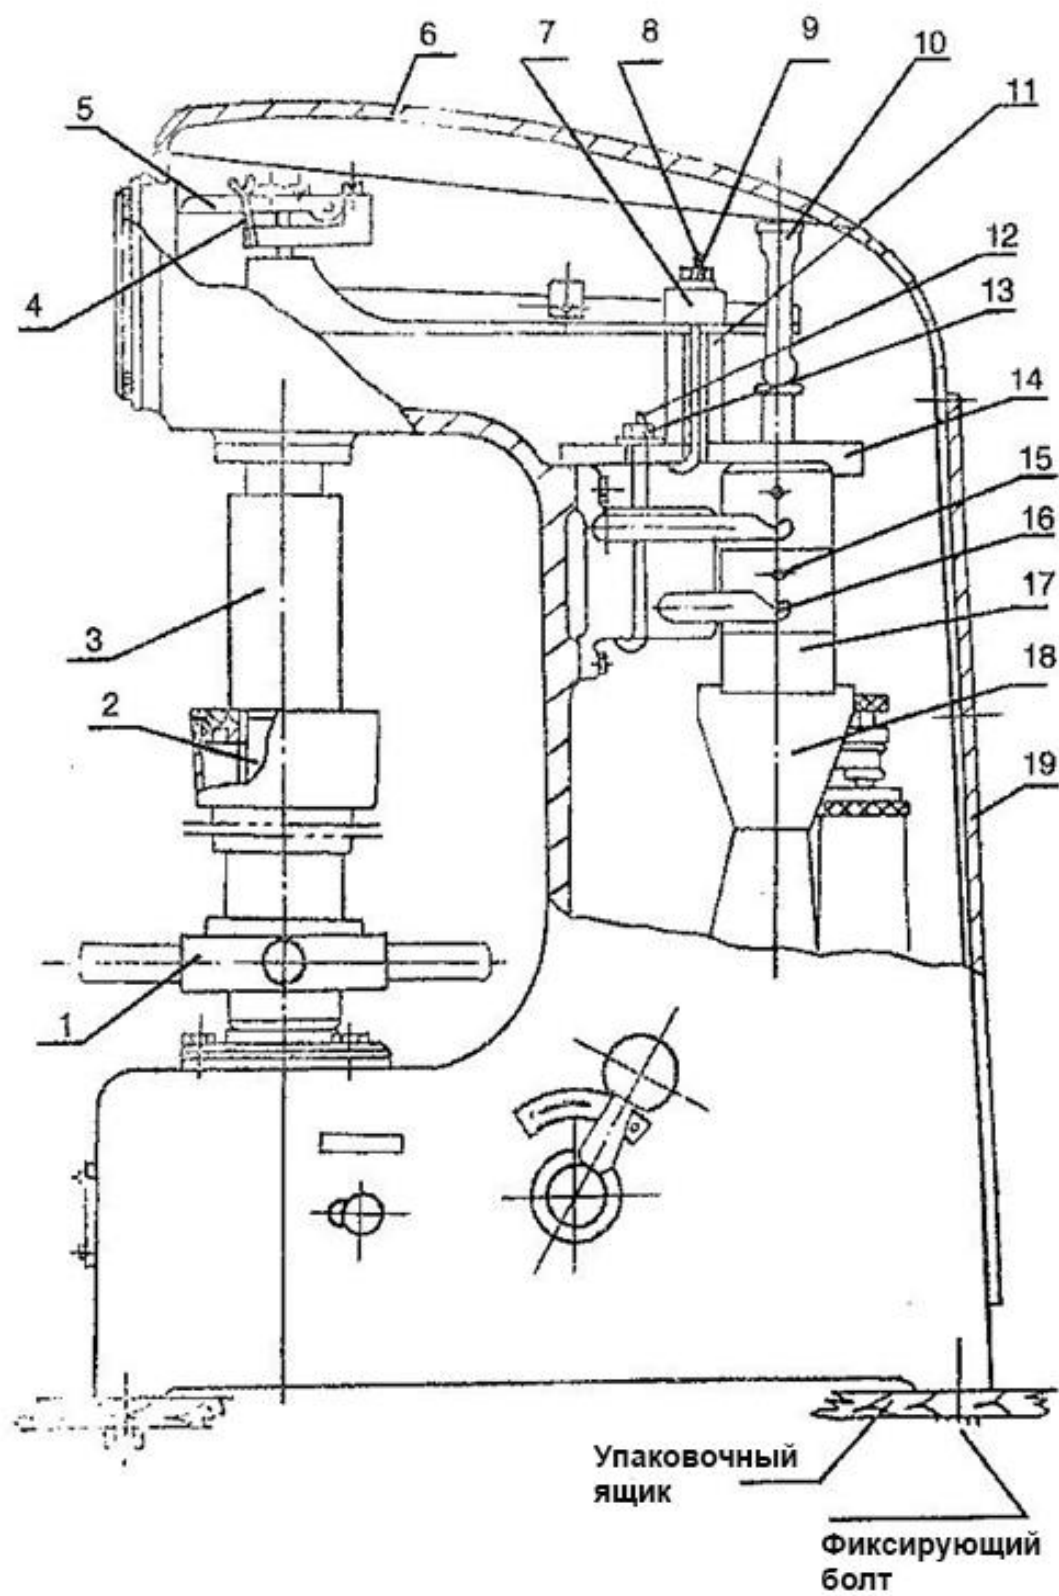

Рис. 2
1. Открытие упаковки (см. Рис.2).